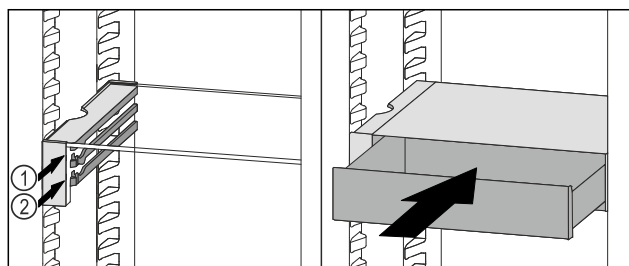

Fig. 101
- ▶ A VarioSafe-fiókot az ütközők mögött helyezze a kívánt bordára a Fig. 101 (1) vagy Fig. 101 (2) szerint.